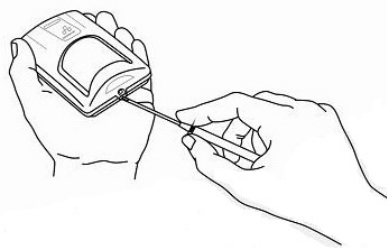

Fig. 3
3. Indepartati capacul detectorului cu ajutorul surubelnitei (fig. 3).